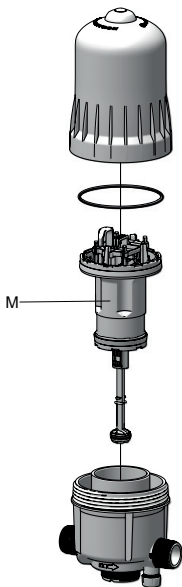

Рис. 26
- Отвинтите крышку вручную (**Рис. 26**) и снимите ее.